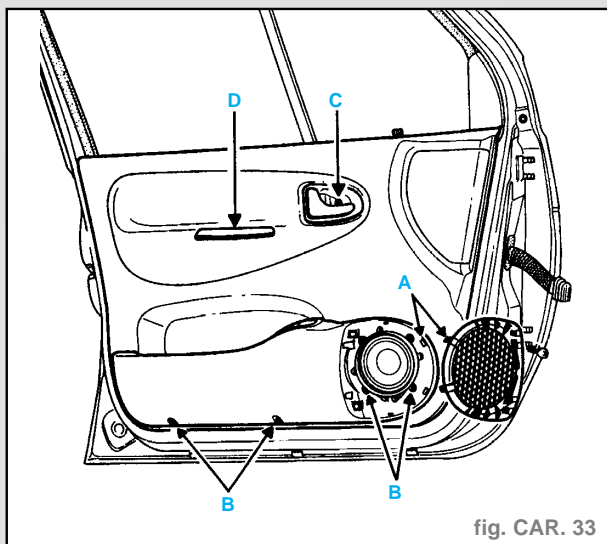
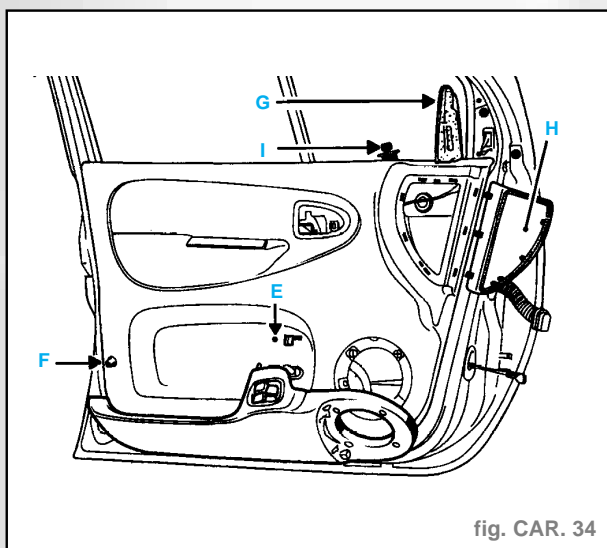

fig. CAR. 33
fig. CAR. 34
- Déclipser la grille de haut-parleur (A) de porte avant (fig. CAR. 33).
- les 6 vis de fixation (B) du bac de bas de porte,
- la poignée d'ouverture de porte (C),
- la vis de fixation (D) et son cache de la poignée de fermeture de porte.
- Déclipser le bac en (E) et dégager le pion (F) en soulevant le bac (fig. CAR. 34).
- le cache (G) des fixations de rétroviseur extérieur,
- la trappe (H) d'accès au connecteur de la manette de réglage rétroviseur (I).